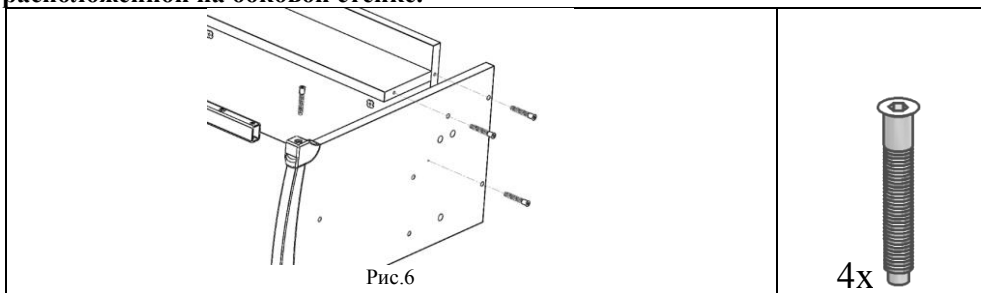

Рис.6
5.1.6. К сборке по п.5.1.5. прикрутить с помощью винтов конфирмат (поз. 1, пакет № 80) стенку боковую правую (сборка по п.5.1.1), см. рис.6.